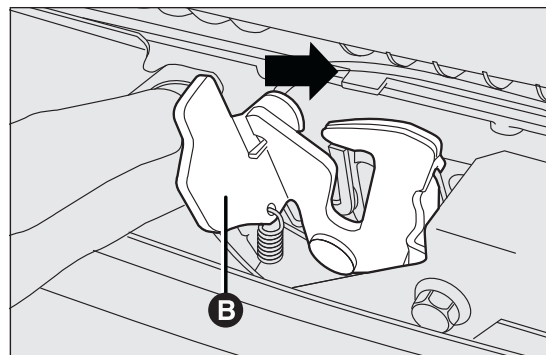

fig. 60
- ☐ mover la palanca B fig. 60 hacia la derecha como indica la figura;